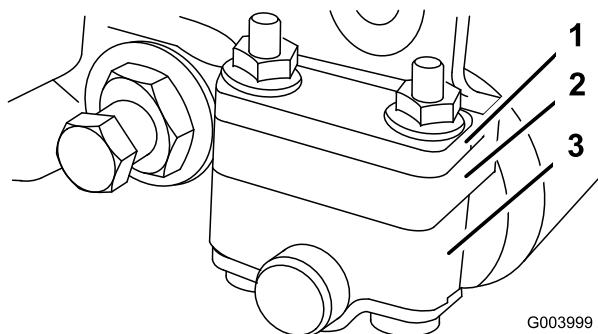
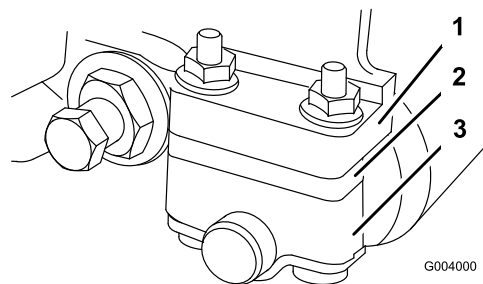

Figure 48
Figure 49
- Réglez les supports du rouleau arrière à la position supérieure ou inférieure selon la gamme de hauteur de coupe voulue (Figure 48 et Figure 49).
- Placez l'entretoise en-dessous de la bride de fixation de la plaque latérale lorsque les hauteurs de coupe sont comprises entre 3 et 25 mm (Figure 49).